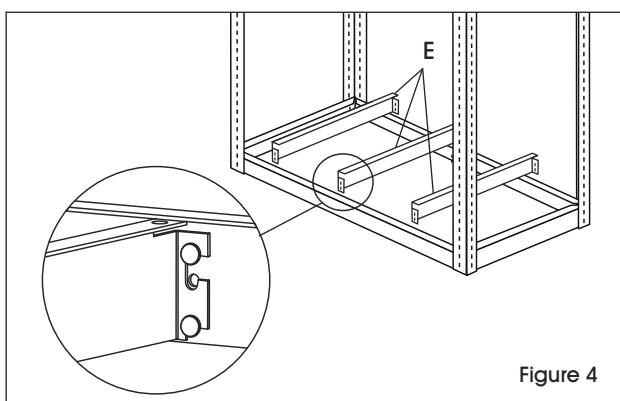

Figure 4
- Fixez des supports de tablette (E) au niveau inférieur en plaçant les fentes (des supports de tablette) sur les rivets (sur le support avant/arrière) et en les tapotant pour les fixer en place. (Voir Figure 4)